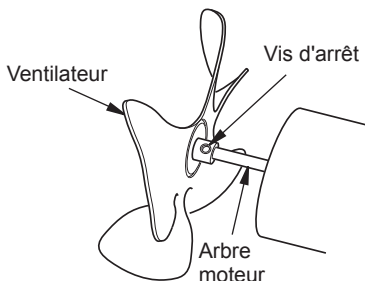

Figure 9 - Identification du ventilateur, de l'arbre du moteur et de la vis d'arrêt
- Utilisez une clef hexagonale de 1/8 po pour desserrer la vis d'arrêt qui maintient le ventilateur à l'arbre du moteur (voir figure 9, page 46).